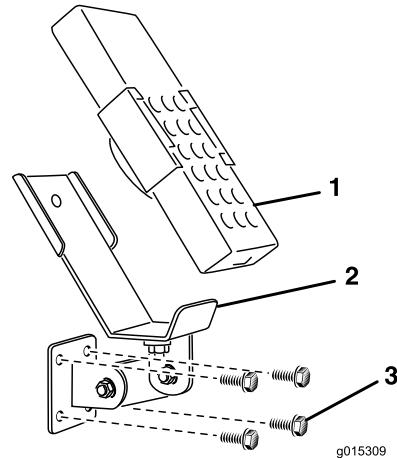
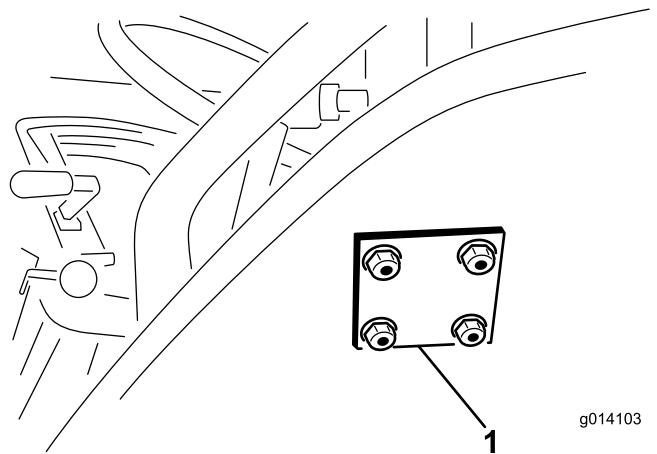

图12
图13
4. 用四个 5/16 x 1 - 1/2 英寸凸缘头螺栓和凸缘锁紧螺母连接安装支架和支撑板（图12 和 图13）。